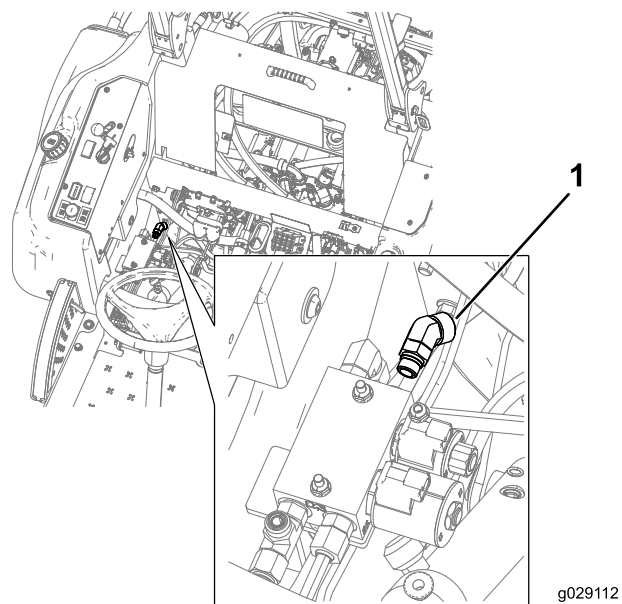

図 19
5. 運転席を倒して、45°フィッティングを図 19のように取り付ける。